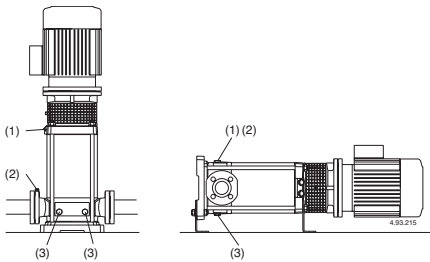

Fig. 4 (1) Remplissage et évent
Avec la **pompe au dessus du niveau de l'eau** (fonctionnement en aspiration, **fig. 3A**) ou avec un niveau d'eau en charge non suffisant (inférieur à 1 m) pour ouvrir le clapet de non-retour, remplir le tuyau d'aspiration et la pompe à travers du trou approprié (1) (**fig. 4**).
(2) Event aspiration
(3) Vidange
Avec le niveau d'eau côté aspiration sur la pompe (fonctionnement en charge, fig. 3B), remplir la pompe en ouvrant lentement et complètement la vanne sur le tuyau d'arrivée, en tenant ouverte la vanne de refoulement et les bouchons (1), (2) (fig. 4) pour purger l'air.
Serrer les bouchons d'évent (1), (2) (fig. 4), pour MXV-B, MXV(L) 25-32-40 et MXV(L)4 25-32-40 serrer la vis-épingle (14.17) dans le bouchon de vidange (14.12) (fig. 4b) et fermer l'évent (14.04).
Si l'on constate une perte d'amorçage (interruption du flux au refoulement, bien que les vannes soient ouvertes) ou si l'on note une oscillation de la pression indiquée par le manomètre, repurger le tuyau d'aspiration (2), vérifier que tous les joints du tuyau d'aspiration soient parfaitement étanches et fermer les bouchons de purge (2) et les bouchons de vidange (3) sur l'aspiration (fig. 4).
Dans le cas d'une eau chargée de chlorures (chlore, eau de mer), le risque de corrosion augmente dans des conditions d'eau stagnante (ainsi que l'augmentation de la température et la diminution du pH). Dans ces cas, si la pompe ne fonctionne pas pendant une période prolongée, elle doit être vidée complètement. Si possible comme dans le cas d'utilisations temporaires avec des liquides sales, faire fonctionner la pompe avec de l'eau propre pour éliminer les dépôts. Préférer le rinçage immédiat de la pompe avec de l'eau propre (environ 40 litres), remplir par le bouchon (1) sur le refoulement et vidanger par le bouchon (3) sur l'aspiration (fig. 4.).
Avant le démontage, débrancher la pompe de toutes sources d'alimentation électrique, fermer les vannes d'aspiration et tuyaux de refoulement et vider le corps de pompe (Fig. 4).